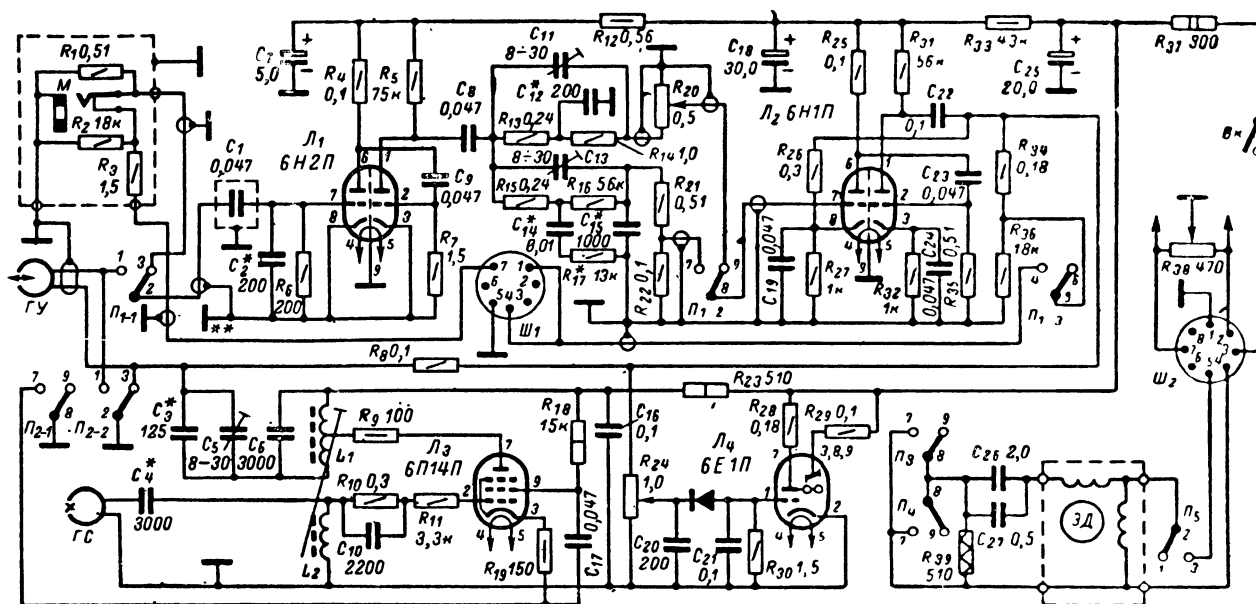

Рис. 192. Принципиальная электрическая схема магнитофонной панели «Эльфа-21».
**Общие сведения.** Магнитола «Вайва», состоящая из всеволнового супергетеродинного радиовещательного приемника второго класса и магнитофонной панели «Эльфа-1/», представляет собой настольную конструкцию, выполненную в деревянном корпусе с поднимающейся крышкой. Под крышкой расположена магнитофонная панель (рис. 192). Номинальная выходная мощность магнитолы 2 вт. Питание от сети переменного тока напряжением 127 или 220 в. Допустимые колебания напряжения сети  $\pm 10\%$ . Мощность, потребляемая от сети, при радиоприеме 80, а при использовании магнитолы как магнитофона 125 вт. Габариты магнитолы 622×435×375 мм, вес 26 кг.